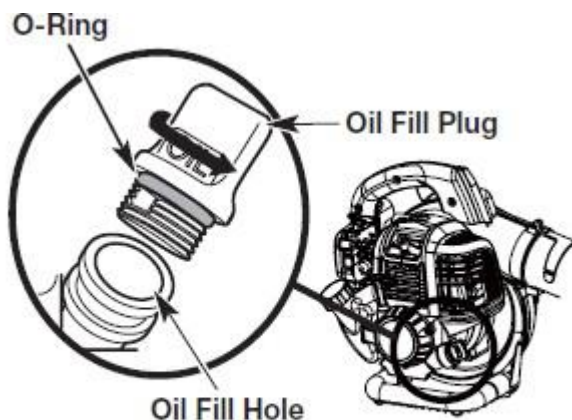

Fig. 8
- 2) Schrauben Sie die Öleinfüllschraube ab (Abb. 8).
- 3) Füllen Sie den gesamten Ölbehälter in die Öleinfüllöffnung (Abb. 8).
**WARNUNG!** NICHT zu viel Öl einfüllen. Siehe Prüfen des Ölstands. Füllen Sie niemals Öl in den Kraftstofftank. Dieses Gerät hat einen Viertaktmotor. Mischen Sie KEIN Öl mit Benzin und wischen Sie eventuell verschüttetes Öl auf. Vergewissern Sie sich, dass der O-Ring an der Öleinfüllschraube vorhanden ist (Abb. 8).